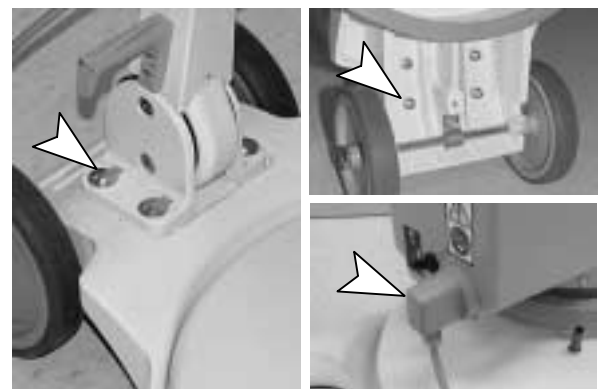

FIG. 1
1. Placez le dispositif de poignée sur la base, comme illustré. Insérez les boulons fournis (4), au travers du sommet du support de poignée et dans la base de la machine. A partir de la face inférieure de la base, vissez les boulons avec des écrous et des rondelles, une clé de 13 mm est requise (Figure 1).
2. Branchez le câble d'alimentation dans le réceptacle du boîtier d'interrupteur (Figure 1).